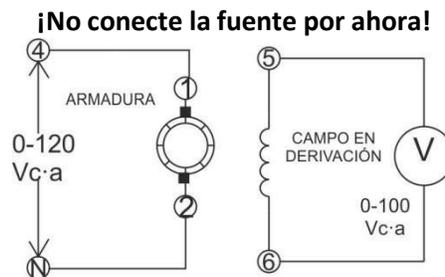

Figura 4
7. Ahora se utilizará corriente alterna para determinar la posición neutra de las escobillas del motor de c-d. Con los Módulos EMS de fuente de Energía, de medición de c-a y de motor/generador de c-d, conecte el circuito que aparece en la figura 4. Las terminales 4 y N de la fuente de alimentación proporcionan un voltaje variable de 0-120 Vc-a, conforme se hace girar la perilla de control de la salida de voltaje.